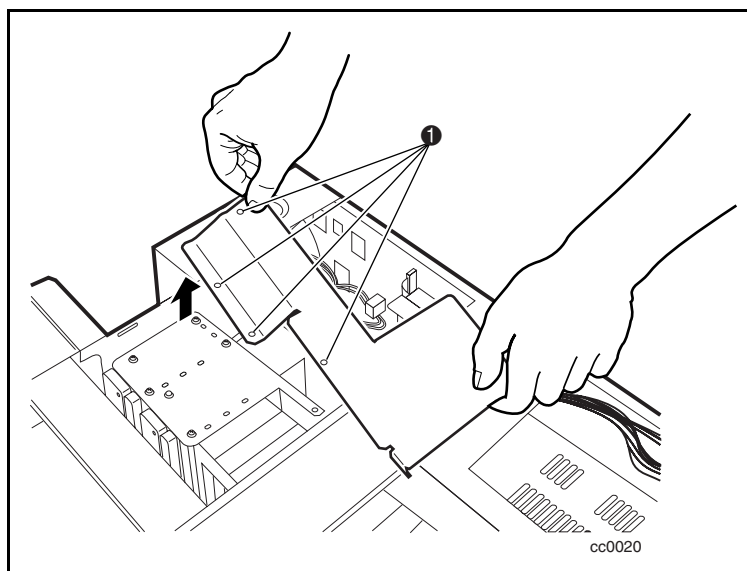

Figure 3. Retrait de la plaque d'armature
2. Retirez les quatre vis qui fixent la plaque d'armature au châssis (❶ figure 3).